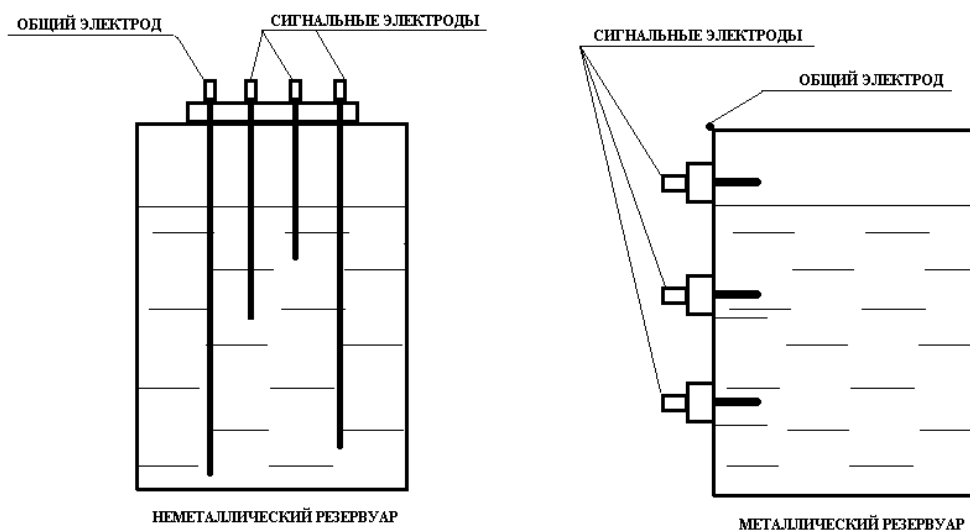

Рис. 6
- Произведите установку датчиков согласно рис. 6;